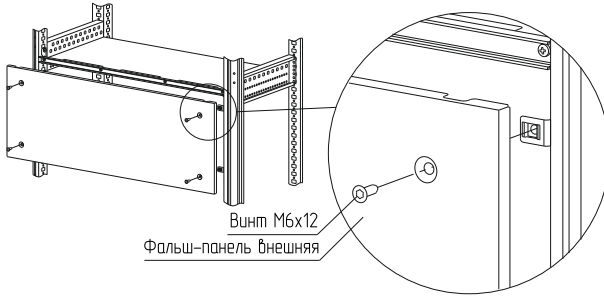

Рисунок 49
4.25.4 Закрепите фальш-панель внешней винтами М6х12 (рисунок 49), момент затяжки – 7 Н·м.